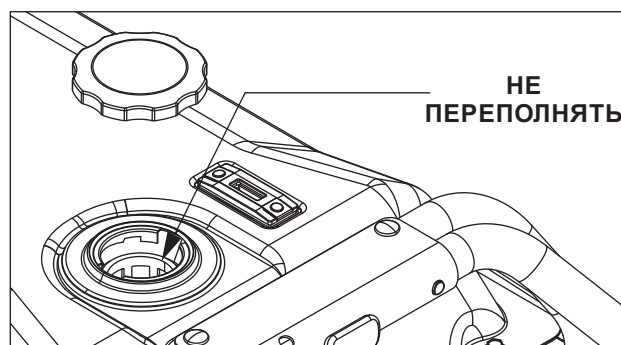

Рисунок 5 – Уровень топлива
- Постепенно заливайте бензин в горловину бака. **Будьте осторожны, не переполняйте бак!** (Рис. 5)